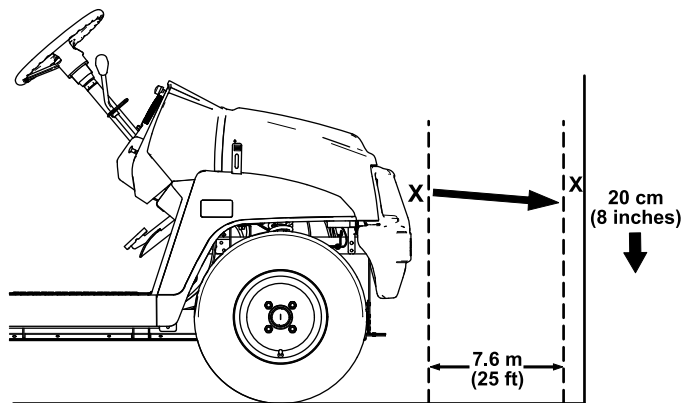

Figura 44
1. Estacione a máquina numa superfície nivelada com os faróis a cerca de 7,6 m de uma parede (Figura 44).
A parte mais brilhante do feixe do farol deve estar 20 cm abaixo da marca colocada na parede (Figura 44).